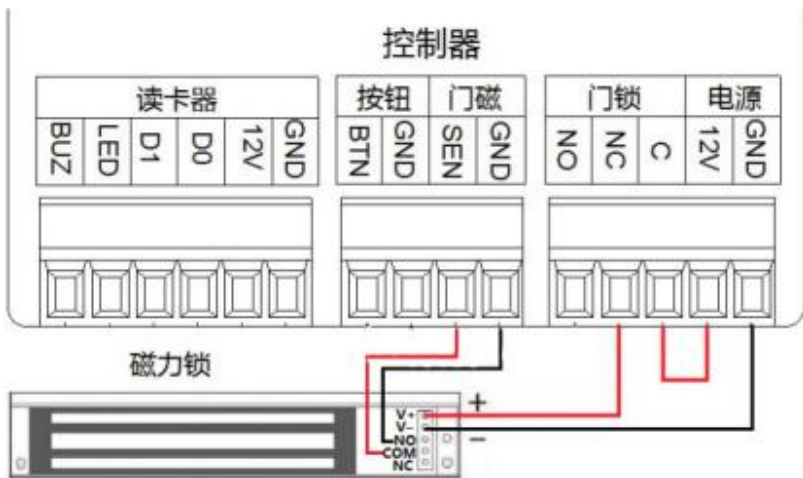

图 8：电插锁、电磁锁接线示意图
2. 通电上锁的电插锁、磁力锁，C 端接电源的正极，NC 端接锁的正极，如图 8 所示：